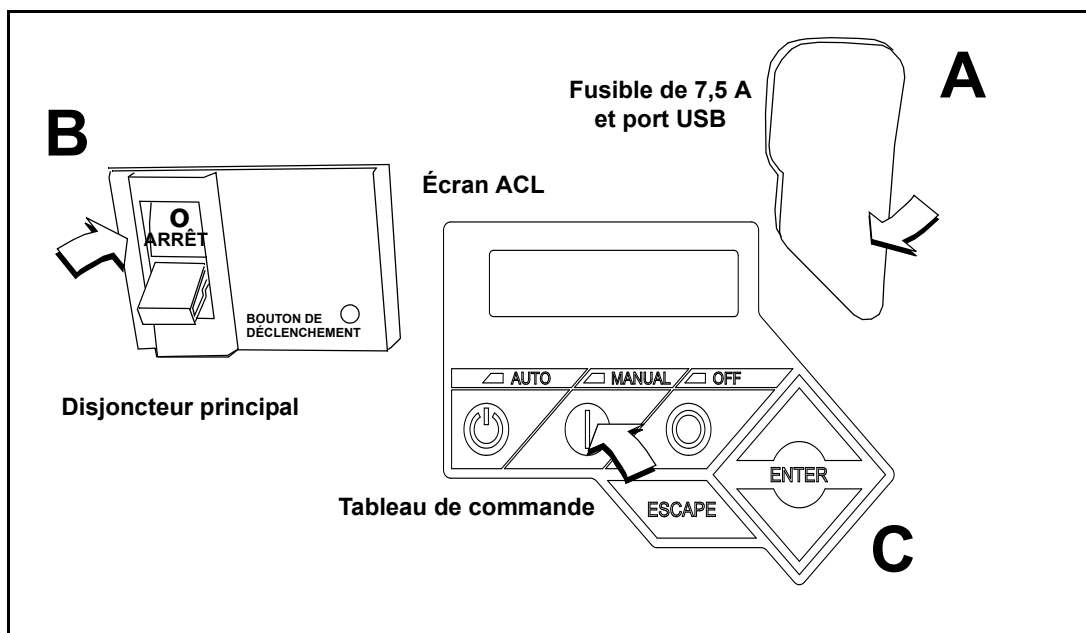

Figure 3-5. Panneau de commande du générateur
1. Tirez vers le haut la languette de caoutchouc qui recouvre le porte-fusible et vérifiez l'installation du fusible de 7,5 A. Voir la partie A de la Figure 3-5.
2. Déplacez le commutateur du disjoncteur principal vers le bas à la position OFF (ouvert). Voir la partie B de la Figure 3-5.
3. Appuyez sur la touche MANUEL sur le tableau de commande pour faire démarrer le moteur. Un voyant DEL bleu s'allume pour confirmer que le système est en mode MANUEL. Voir la partie C de la Figure 3-5.